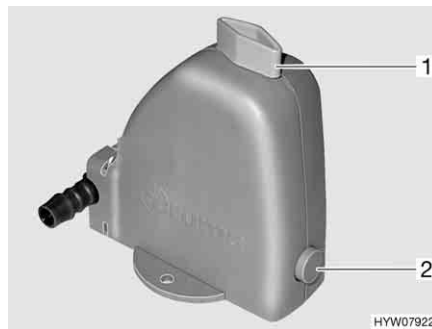

Bild 187 Varmvattenberedarens säkerhets-/avtappningsventil
Varmvattenberedaren är utrustad med en säkerhets-/avtappningsventil (Bild 187). Säkerhets-/avtappningsventilen gör så att vattnet i varmvattenberedaren inte kallnar när det är frost och värmen inte är påslagen.
- Säkerhets-/avtappningsventilen stängs. Ställ vredet (Bild 187,1) diagonalt mot säkerhets-/avtappningsventilen och tryck in tryckknappen (Bild 187,2).
- Öppna säkerhets-/avtappningsventil. Vrid då vredet (Bild 187,1) mot säkerhets-/avtappningsventilen. Tryckknappen (Bild 187,2) skjuts ut. Nu töms varmvattenberedaren via säkerhets-/avtappningsventilen utomhus.